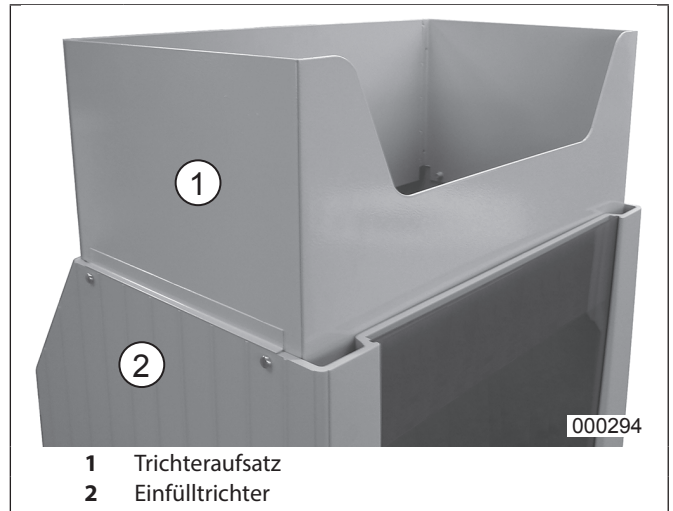

Abb. 1 Montage des Trichteraufsatzes
2. Trichteraufsatz (Abb.1/1) montieren (siehe nachfolgende Beschreibung).
Nehmen Sie den Trichteraufsatz (Abb.1/1) aus dem Unterschrank, setzen ihn, wie gezeigt, auf den Einfülltrichter (Abb. 1/2) und befestigen ihn mit den mitgelieferten vier Schrauben am Einfülltrichter.
Aus Gründen der Zugriffsicherheit darf die Maschine nur betrieben werden, wenn der Trichteraufsatz auf dem Einfülltrichter montiert ist (Abb. 1).